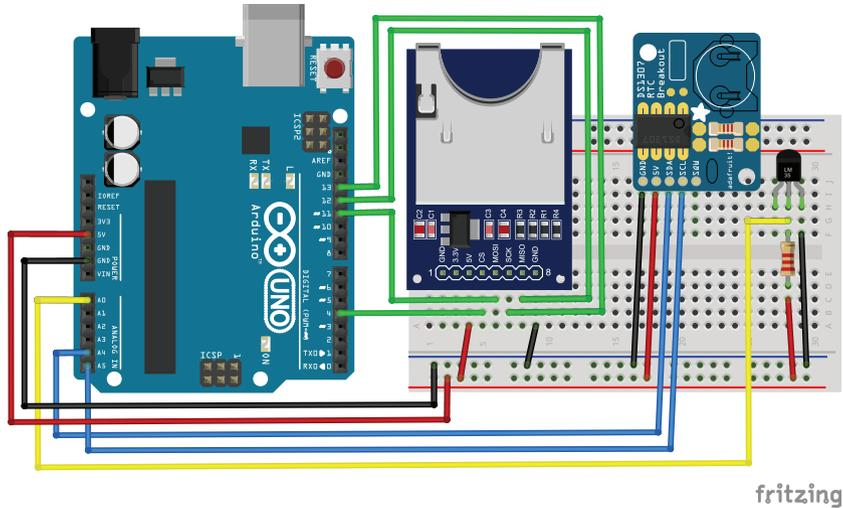

Рис. 27.1. Схема подключения модулей SD-card и DS1307 к Arduino
Если вашим Arduino-проектам не хватает памяти, а объем энергонезависимой памяти EEPROM в платах Arduino совсем небольшой, можно использовать внешние носители. Один из самых простых по подключению к платам Arduino – это SD-карта. Можно подсоединиться к SD-карте напрямую, а можно использовать модули. Подсоединим модуль SD-card к плате Arduino и напишем пример сохранения на SD-карте данных аналогового датчика температуры LM335. Для анализа данных температуры потребуется знать и время измерения данных, поэтому будем использовать и модуль часов реального времени RTC. Соберем схему, показанную на рис. 27.1.
1. Подключаем модули SD card, DS1307 и датчик температуры LM335 к плате Arduino по схеме на рис. 27.1.